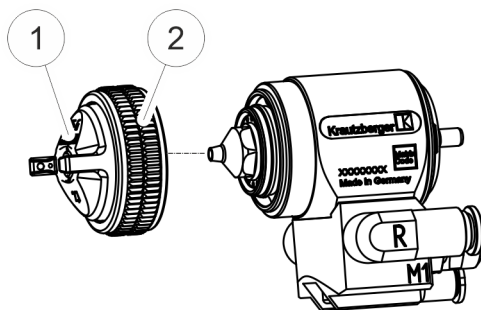

Fig. 7: Rimozione del dado a risvolto con l'ugello dell'aria
2. ► Allentare il dado a risvolto (Fig. 7/2) e rimuoverlo insieme all'ugello dell'aria (Fig. 7/1).